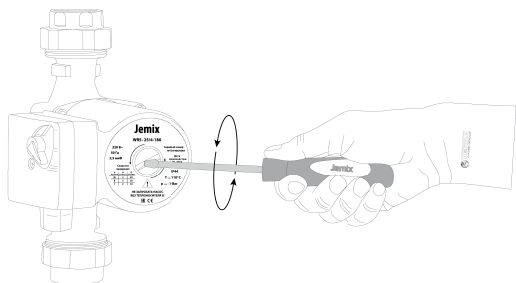
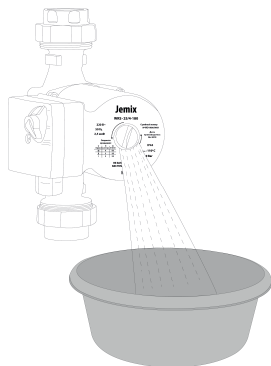

Рис. 2
Рис. 3
- Если необходимо удалить воздух из электродвигателя, медленно отворачивайте крышку выпуска воздуха (рис. 2). При выпуске воздуха возможно вытекание некоторого количества теплоносителя (рис. 3).